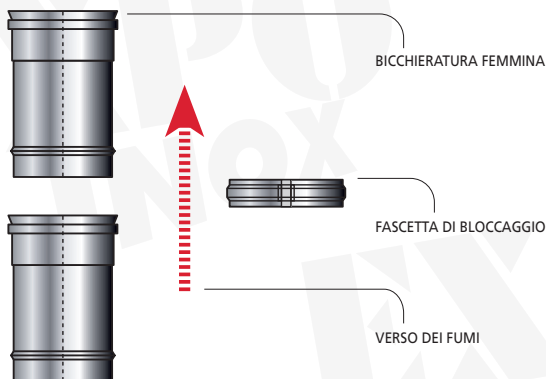

FIGURA 1
I sistemi SW04, SW05, SW06, SW08, SW10, ESW04, ESW05, ESW06, ESW08, ESW10 sono realizzati con giunti a bicchiere di tipo maschio / femmina su nervature autocentranti ed antischiacciamento (**figura 1**).
- Installare gli elementi seguendo il senso dei fumi indicato sull'elemento con un'apposita freccia, ovvero con il bicchiere femmina rivolto verso l'alto, per evitare la fuoriuscita di condensa (**figura 1**).